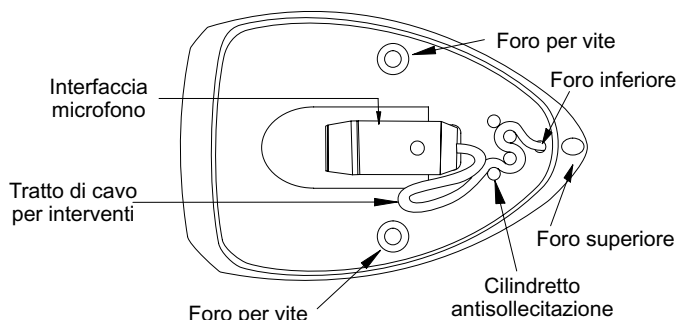

FIGURA 1
3. Fare uscire il cavo (Figura 1)